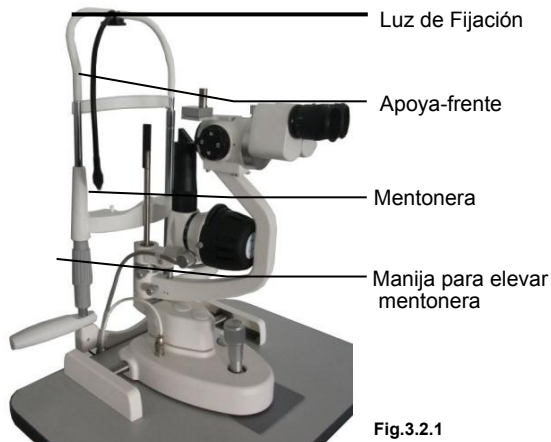

Fig.3.2.1
- El paciente debe apoyar en el mentón en la montonera y la frente en el apoya-frente. Ajustar la elevación de la mentonera hasta que la luz de la lámpara se proyecte en el ojo del paciente. (Fig.3.2.1).
- El objetivo de fijación se utiliza para atraer la atención del paciente. Moverla a la posición adecuada (Fig.3.2.1).